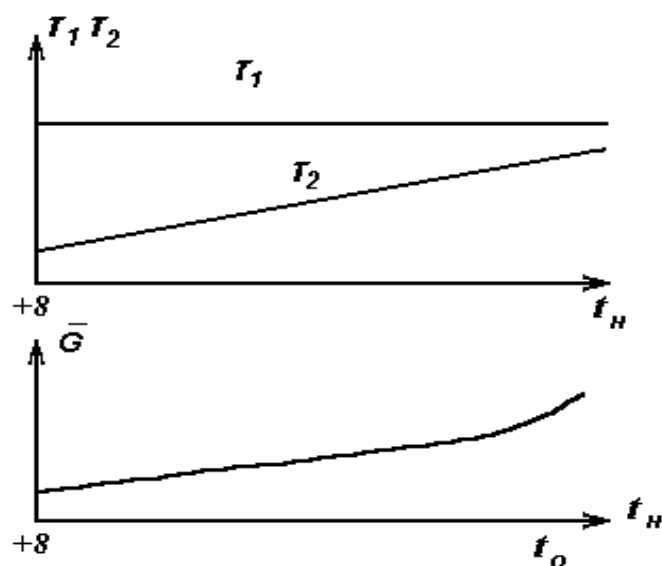

Рис. 53
10. Определите вид регулирования. Дайте пояснение (рис. 53).